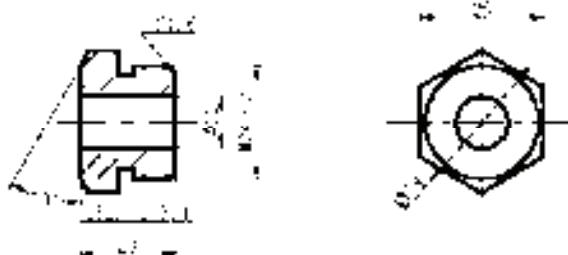

图 6-37 压紧螺母
标注图 6-37 所示的压紧螺母尺寸。
7) 标注倒角尺寸 C1.6。该尺寸标注方法在后面章节讲述，这里暂且不讲，最终结果如图 6-37 所示。